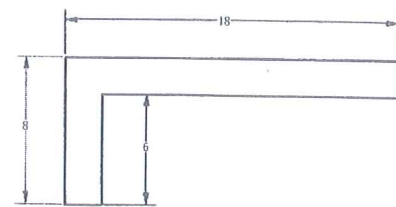
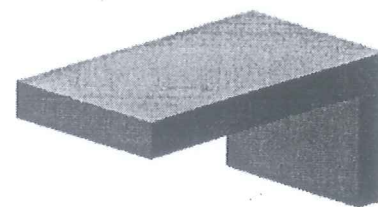
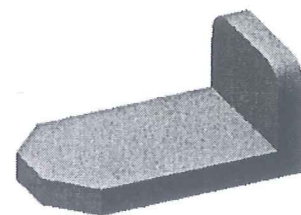

图4
图5
图6
12. 将图4所示的平面图形变为图5所示的立体用哪个命令? 【            】
13. 将图5所示立体的4个棱角修改成图6所示的形状可用哪两个特征命令? 【            】